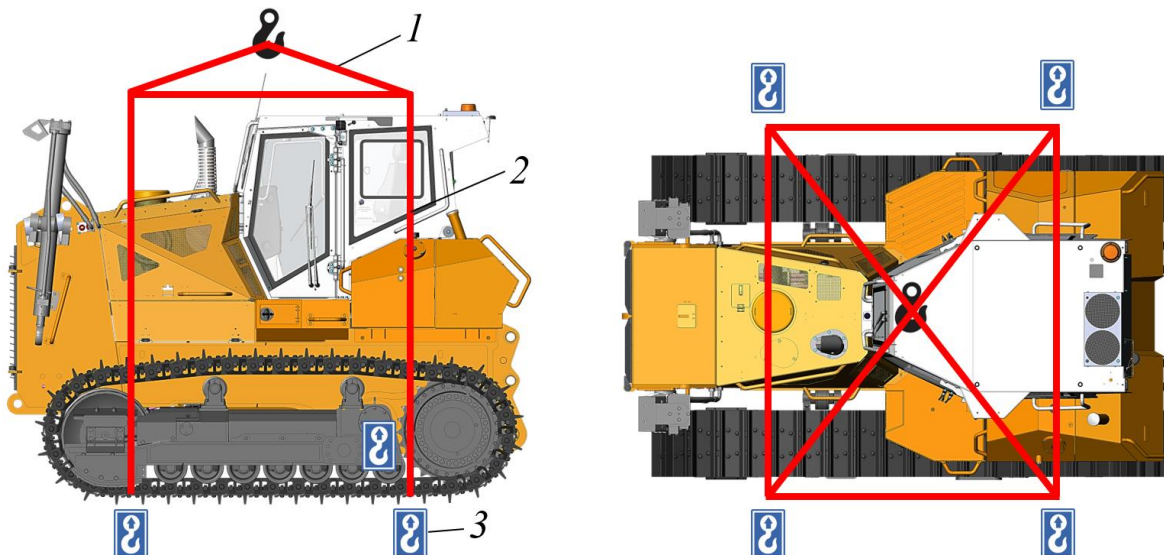

Рисунок 3.131. Точки крепления грузоподъемных строп
- Продеть строповочное устройство поз. 2 (цепь, канат или трос) под гусеницами в указанных местах поз. 3, рис. 3.131.